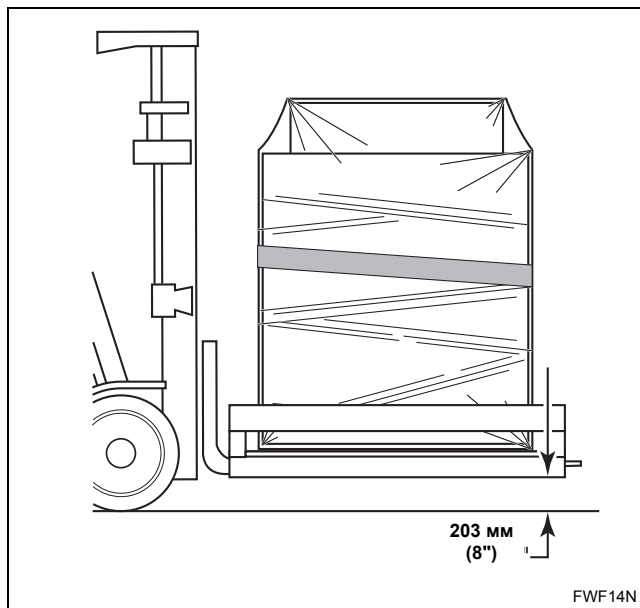

Рис. 4
3. Используйте вилочный погрузчик для осторожного подъема упакованной гладильной машины. См. *Рис. 4*.